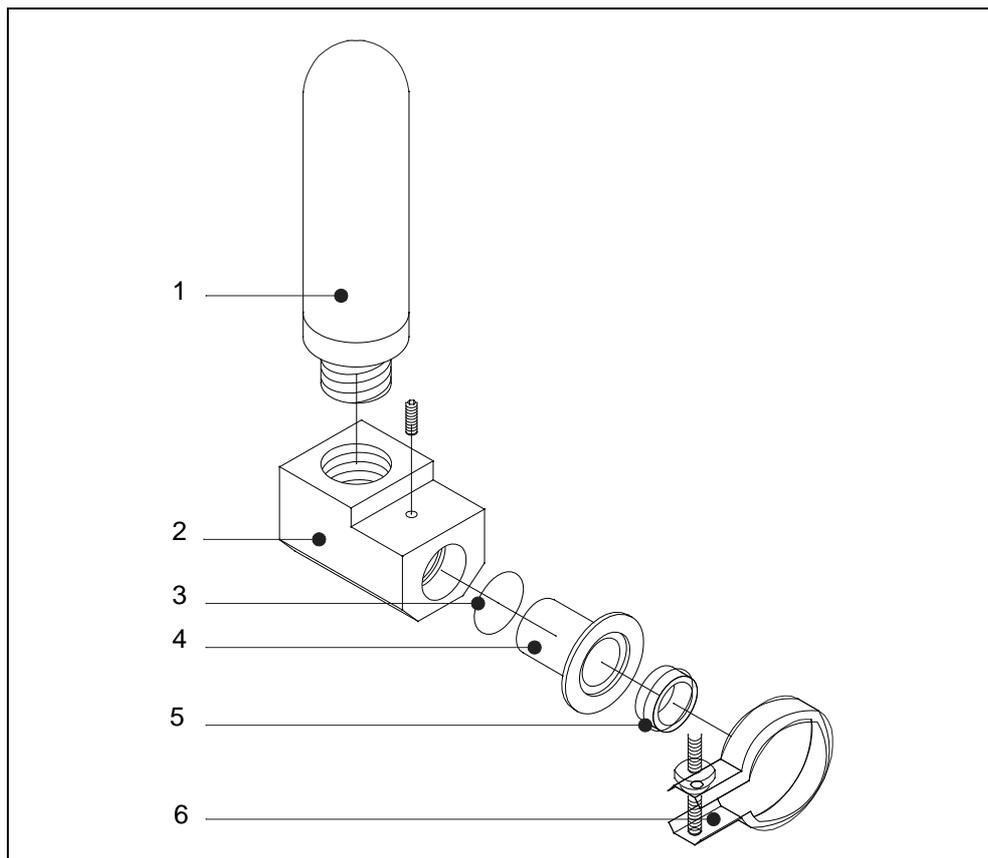

Fig. 9-3 Remplacement du silencieux
- Dévisser le silencieux de l'adaptateur de raccordement et remplacer puis fixer le nouveau silencieux. À ce propos, voir Fig. 9-3/1.